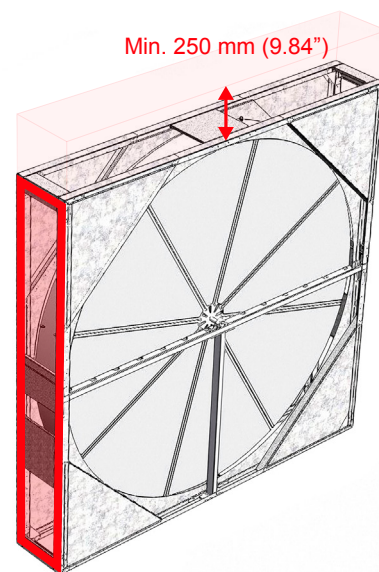

Abbildung 3. Modell EQ Giebel und oberer Freiraum.
- Nachdem der Modell EQ Wärmetauscher in die AHU eingebaut ist, muss der Giebel, in dem der Motor montiert ist, für eine sichere Wartung zugänglich sein. (Siehe Abbildung 3.)
- Es muss ein Abstand von mindestens 250 mm (9,84") vorhanden sein, der die Gehäusehöhe übersteigt, um die obere Hälfte des Gehäusmontieren zu können. (Siehe Abbildung 3.)